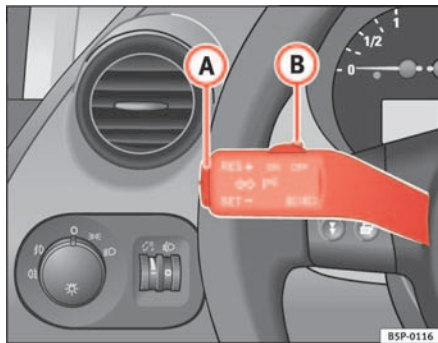

Abb. 140 Blinker- und Fernlichthebel: Schalter und Wippe für GRA
- Drücken Sie den unteren Teil der Wippe **SET** ⇒ Abb. 140 **A** einmal kurz, wenn die zu speichernde Geschwindigkeit erreicht worden ist.